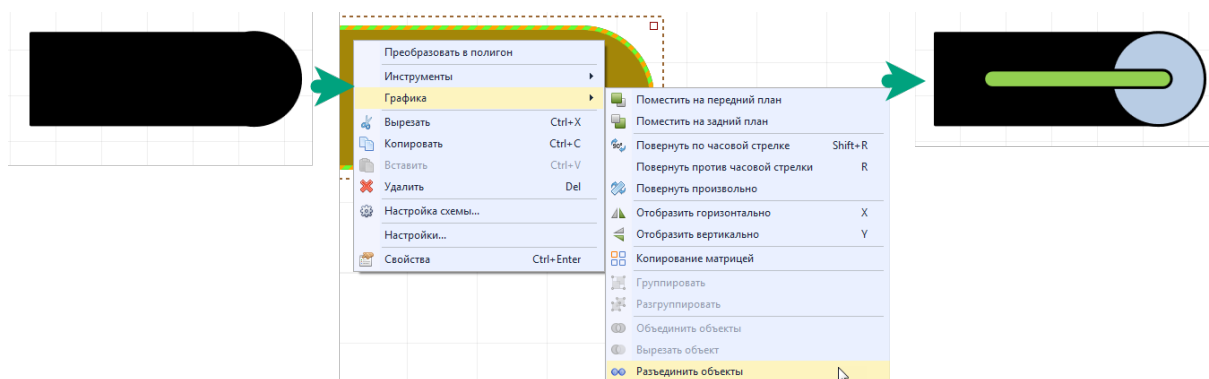

Рис. 443 Разъединение объектов
2. Вызовите контекстное меню и выберите пункт «Разъединить объекты» или нажмите  на панели «Графика», см. Рис. 443.